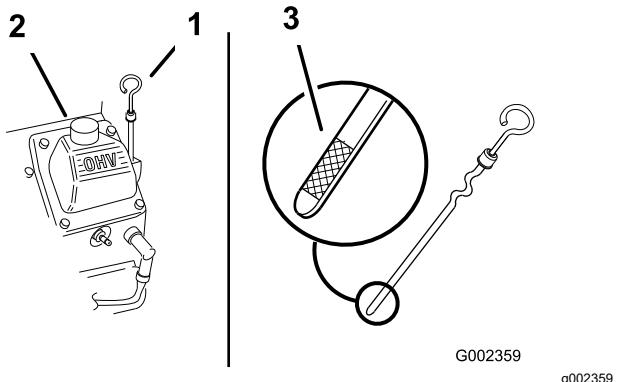

Figura 160
3. Limpie alrededor del tapón de llenado y la varilla (Figura 160).